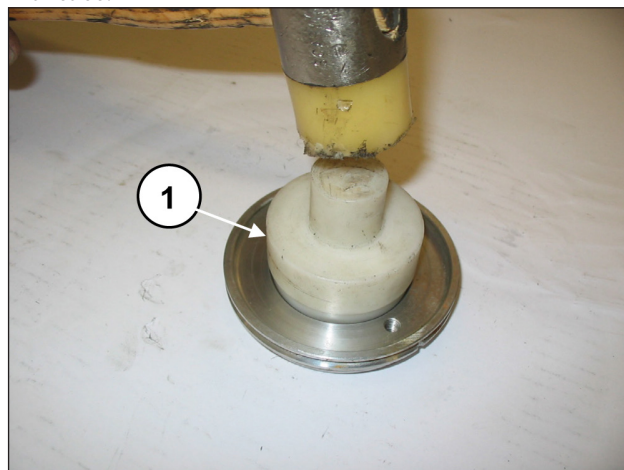

Fig. 93
Montare l'anello di tenuta radiale nel coperchio paraolio (pos. ①, Fig. 93) mediante l'utilizzo di un tampone cod. 27910900.